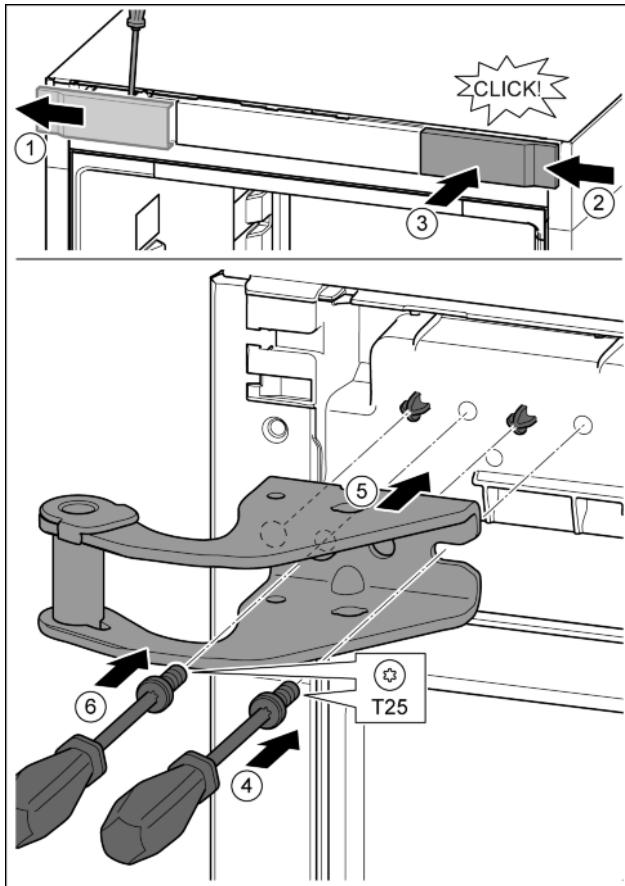

Fig. 13
- ▶ Крышку отсоединить с помощью отвертки и убрать в сторону. Fig. 13 (1)
- ▶ Навесить крышку, повернув на 180°, справа с другой стороны. Fig. 13 (2)
- ▶ Крышку снова зафиксировать. Fig. 13 (3)
- ▶ Установить винт отверткой T25. Fig. 13 (4)
- ▶ Установить верхний опорный кронштейн. Fig. 13 (5)
- ▶ Затянуть винт. Fig. 13 (4)
- ▶ Вставить и затянуть винт отверткой T25. Fig. 13 (6)